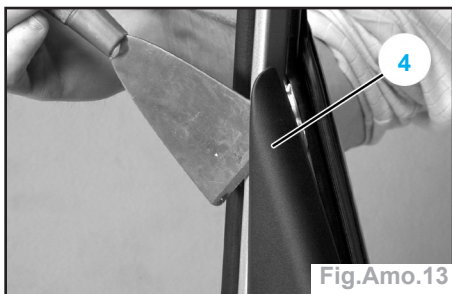

Fig.Amo.13
• sur les versions 3 portes, déposer le garnissage d'encadrement (4) de portière (maintenu par 2 agrafes) (Fig.Amo.13),